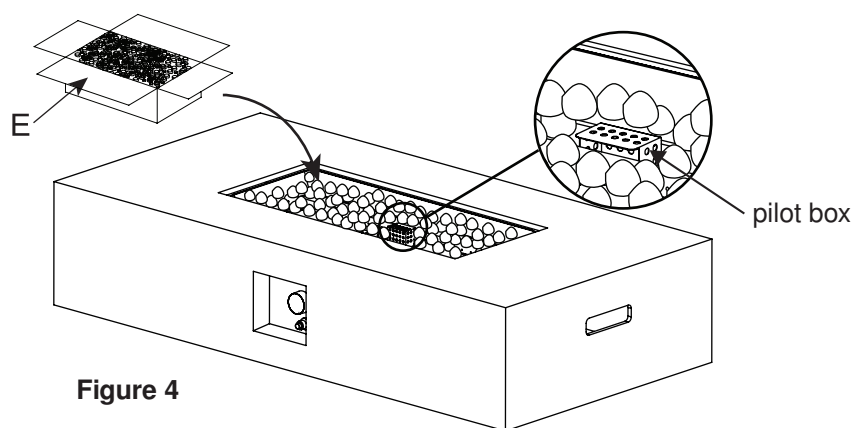

Figure 4
5. Hæld lavastenene (E) i ildskålen i ildstedets krop (B) (se Figure 4).